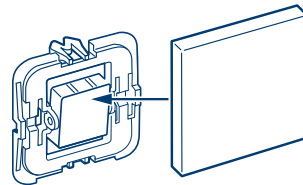

Abbildung 5
- Montieren Sie den passenden Adapter auf Ihre Wippe (s. Abbildung 5), aber setzen Sie die Wippe noch nicht wieder auf. Binden Sie die Lichtsteuerung zuerst in das Smart Home System ein, wie es in Kapitel 8 Installation und Inbetriebnahme beschrieben. Eine Übersicht passender Adapter finden Sie in Kapitel 5.